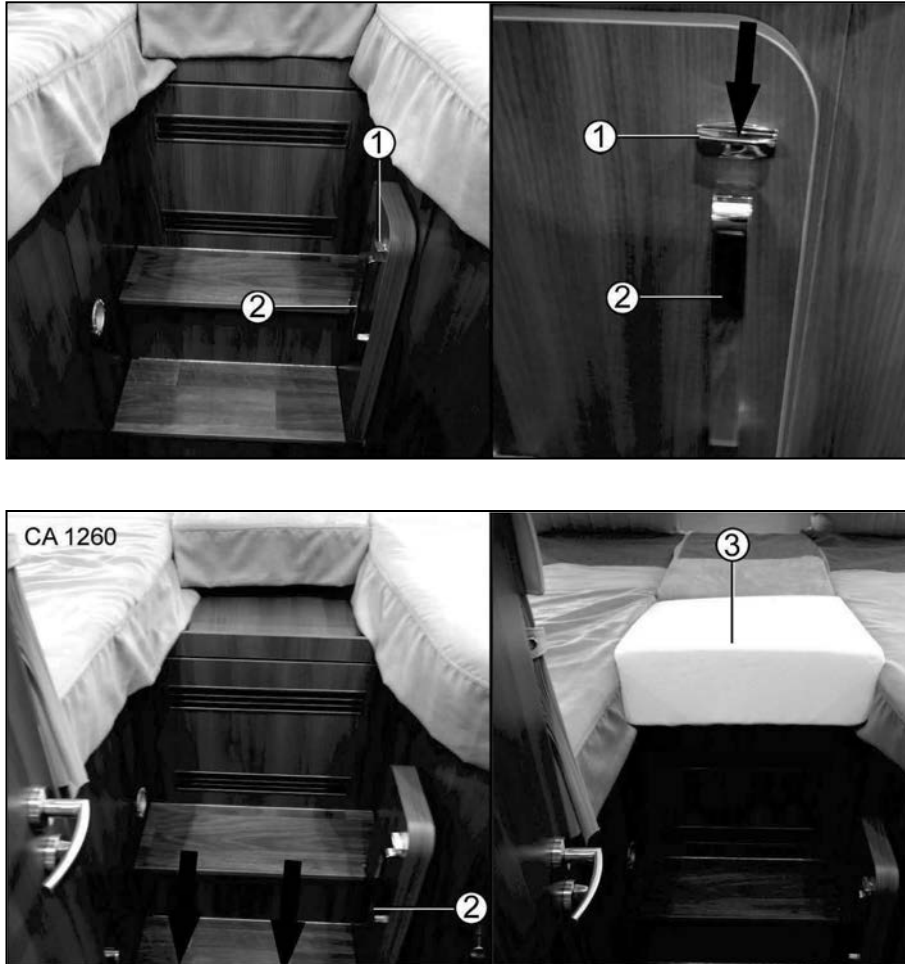

Fig. 83 Transformation du lit
1. Actionner l'interrupteur (Fig. 83/1).
2. Tirer le marche-pied avec la poignée (Fig. 83/2) en direction de la cabine jusqu'à ce qu'il encliquette.
3. Placer un coussin d'appoint (Fig. 83/3) sur la surface libre.